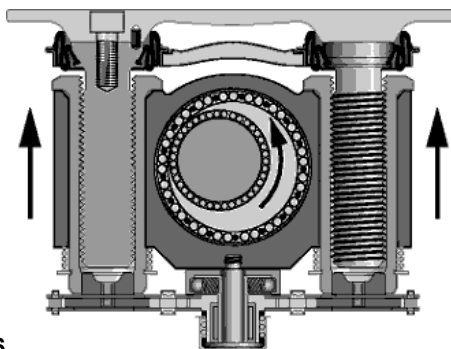

РИС. 6
- Блок "поднимается" и вместе с расположенными на нем регулировочными втулками и поршнями осуществляет переднее перемещение (Рис. 6).